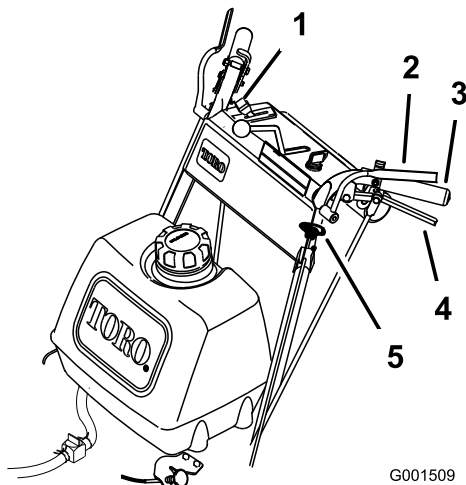

Figure 11
1. Pour engager les lames, serrez les leviers de détection de présence de l'utilisateur (OPC) contre les poignées (Figure 11).
1. Poussez le bouton de commande des lames (PDF) vers le bas en position arrêt (Figure 11).
2. Le moteur sera coupé et les lames s'arrêteront si vous relâchez les leviers de détection de présence de l'utilisateur (OPC) (Figure 11) alors que le levier de commande des lames est engagé.